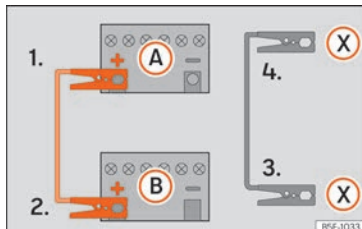

Fig. 61 Esquema de connexió per a vehicles amb sistema Start Stop.
- 4b. En els vehicles amb sistema Start-Stop: emborneu un extrem del cable negre d'emergència (X) a un terminal de massa adequat, a una peça de metall massissa que vagi caragolada al bloc motor o al mateix bloc motor » » » fig. 61.
5. Emborneu l'altre extrem del cable negre d'emergència (X), en el vehicle amb la bateria descarregada, a una peça de metall massissa que vagi caragolada al bloc motor o al mateix bloc motor però el més allunyat possible de la bateria (A).